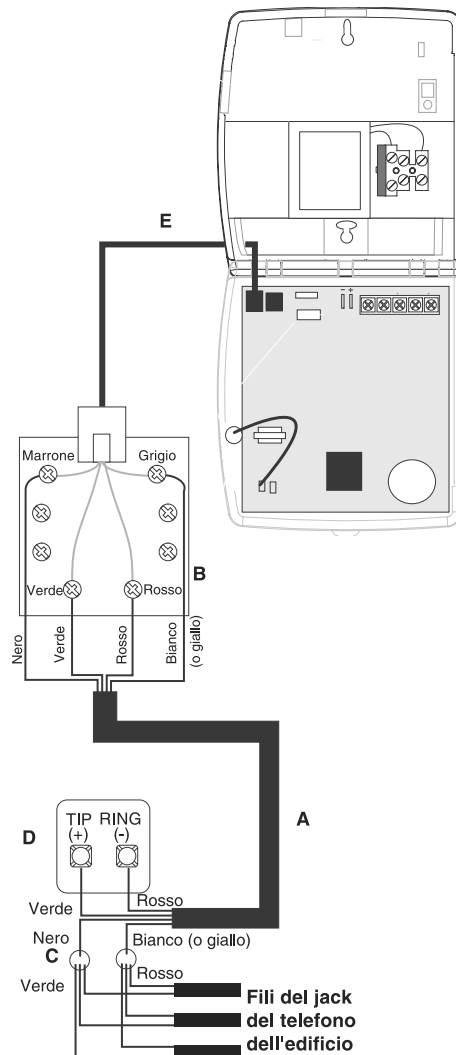

Figura 8. Collegamenti elettrici per impegno totale della linea con un RJ-31X
1. Tirare un cavo a 4 conduttori dalla morsettiera TELCO al RJ-31X (A in Figura 8).
2. Collegare i fili del cavo al RJ-31X (B in Figura 8).
3. Scollegare i fili del jack del telefono dell'edificio TIP (+) e RING (-) dalla morsettiera TELCO e unirli ai fili nero e bianco (o giallo) del cavo a 4 conduttori (C in Figura 8). Per queste giunzioni di fili utilizzare connettori resistenti all'atmosfera dell'ambiente circostante.
4. Collegare il filo verde del cavo a 4 conduttori a TIP (+) e il filo rosso a RING (-) della morsettiera TELCO (D in Figura 8).
5. Connettere il cordone telefonico fornito con la centrale di allarme al RJ-31X e il jack LINE IN (E in Figura 8).